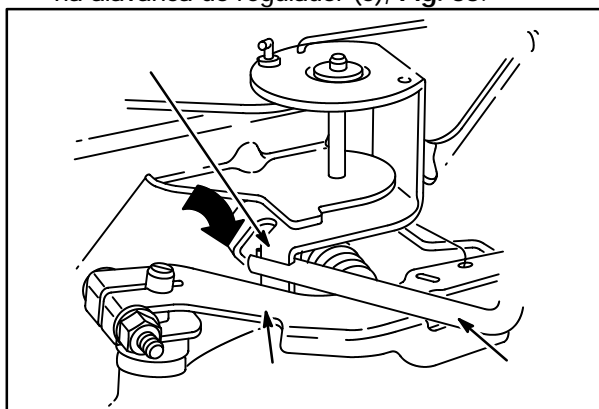

Fig. 33
3. Com a alavanca de controle do equipamento na posição SLOW (lento) e o motor funcionando na RPM sem carga regulada, use a Chave do acoplador **19352** (1) a fim de flexionar o acoplador limitador de aceleração (4) para apenas encoste na alavanca do regulador (5), Fig. 33.